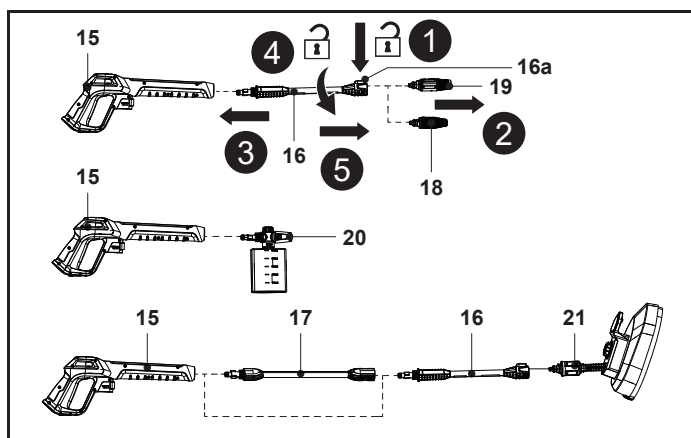

Rys. 5
1. Wyrównać i włożyć lancę przedłużającą (16) do gniazda pistoletu natryskowego (15) (rys. 5, krok 1).
2. Pchnąć i obrócić lancę przedłużającą (16) w prawo na pistolecie natryskowym (15), a następnie dokręcać ręcznie do momentu zablokowania (rys. 5, krok 2).
3. Wyrównać dwa wypusty dyszy z otworami lancy przedłużającej (16), a następnie włożyć dyszę turbo (18) lub dyszę wielofunkcyjną (19) do samego końca (rys. 5, krok 3).
4. Wyrównać dwa wypusty dyszy z butelką na detergent (20) z pistoletem natryskowym (15), a następnie wcisnąć dyszę z butelką na detergent (20) na pistolet natryskowy (15) i obrócić w prawo aż do zablokowania.
5. Szczotkę do tarasów (21) można zamontować na lancy przedłużającej (16), a następnie zamontować ją bezpośrednio na pistolecie natryskowym (15) lub za pośrednictwem drążka przedłużającego (17).